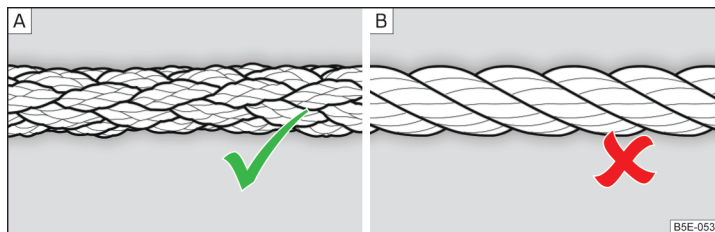

Fig. 126 Cablul de tractare împletit/cablul de tractare înfășurat
Pentru tractarea cu ajutorul unui cablu de tractare, folosiți numai un cablu din fibre sintetice ▶ fig. 126 - **A** ▶ **!**
- La tractare nu utilizați cablu de tractare înfășurat » fig. 126 - [B], cârligul de tractare s-ar putea desface la autovehicul - există pericol de accident.